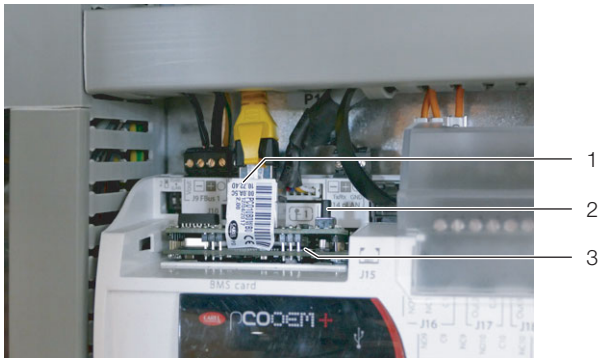

Abb. 38: pCO Web Karte
- Drücken Sie bzw. ggf. eine zweite Person die „Reset“-Taste (Abb. 38, Pos. 2) und halten Sie sie während des Bootvorgangs der Karte für ca. 10 Sekunden gedrückt, bis die Status-LED dreimal langsam blinkt.